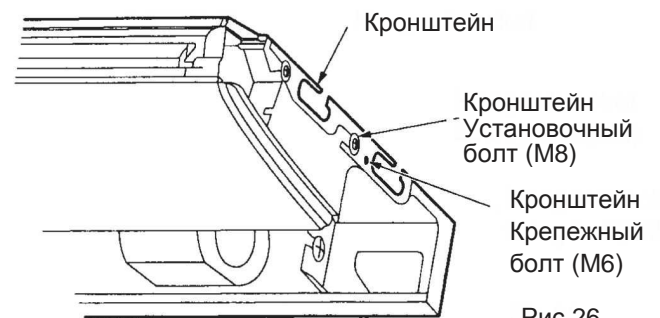

Рис.26
- Снимите два крепежных болта кронштейна (M6) сзади. Снимите кронштейн, потянув его назад (См. рис. 26)
Немного закрутите оба болта кронштейна (M8).(См. рис. 26) Немного закрутите оба крепежных болта кронштейна (M6) для исключения движения внутреннего блока. 26